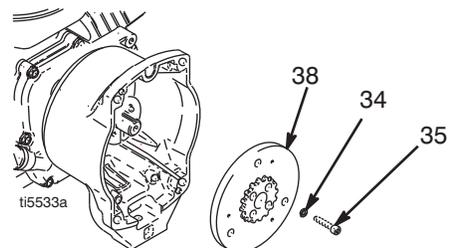

FIG. 6
9. FIG. 6. Utilice una llave de impacto o coloque una cuña entre el inducido (38) y el cárter del embrague para sujetar el eje del motor durante el desmontaje.
10. Saque los cuatro tornillos (35) y las arandelas de seguridad (34).
11. Desmonte el inducido (38).